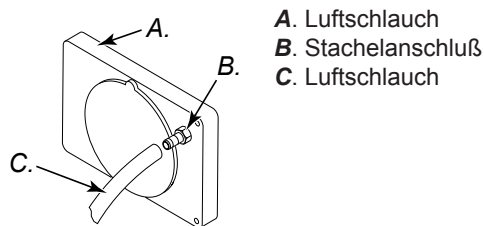

Abbildung 22 – Luftschlauch an Stachelanschluß.
4. Die Kraftstoff- und Luftschläuche auf Risse und/oder Löcher überprüfen. Wenn der Kraftstoffschlauch beschädigt ist, muß dieser vom Düsenadapter (siehe Abb. 17, 18 oder 19) und Kraftstofffilter (siehe Seite 6) abgetrennt werden. Wenn der Luftschlauch beschädigt ist, muß dieser vom Düsenadapter (siehe Abb. 17, 18 oder 19) und Stachelanschluß am Pumpendeckel (siehe Abb. 22) abgetrennt werden.
5. Einen neuen Luft- und/oder Kraftstoff-schlauch montieren. Ein Ende des Luft-schlauchs am Stachelanschluß desPumpendeckels (siehe Abb. 22), dasandere Ende am Düsenadapter befesti-gen (siehe Abb. 17, 18 oder 19). EinEnde des Kraftstoffschlauchs amKraftstofffilter (siehe Seite 9) und dasandere Ende am Düsenadapter (sieheAbb. 17, 18 oder 19) montieren. Bei den Heizgerätmodellen 10, 18,5, 20, 29 und 44 kW müssen die Luft- und Kraftstoffschläuche wie in Abb. 17 dargestellt verlegt werden. Hinweis: Die Schläuche dürfen die Photozellenhalterung nicht berühren.